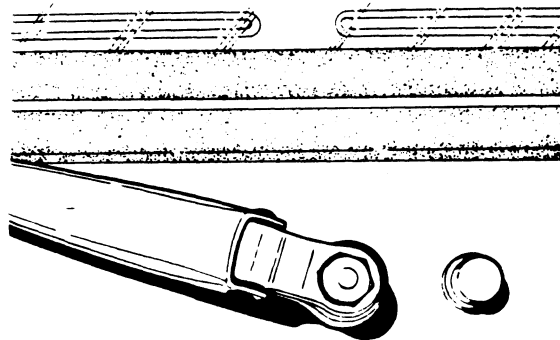

Fig. 3
- Neem het kapje af van de ruitewissers en draai de dopmoer los (zie Fig. 3).